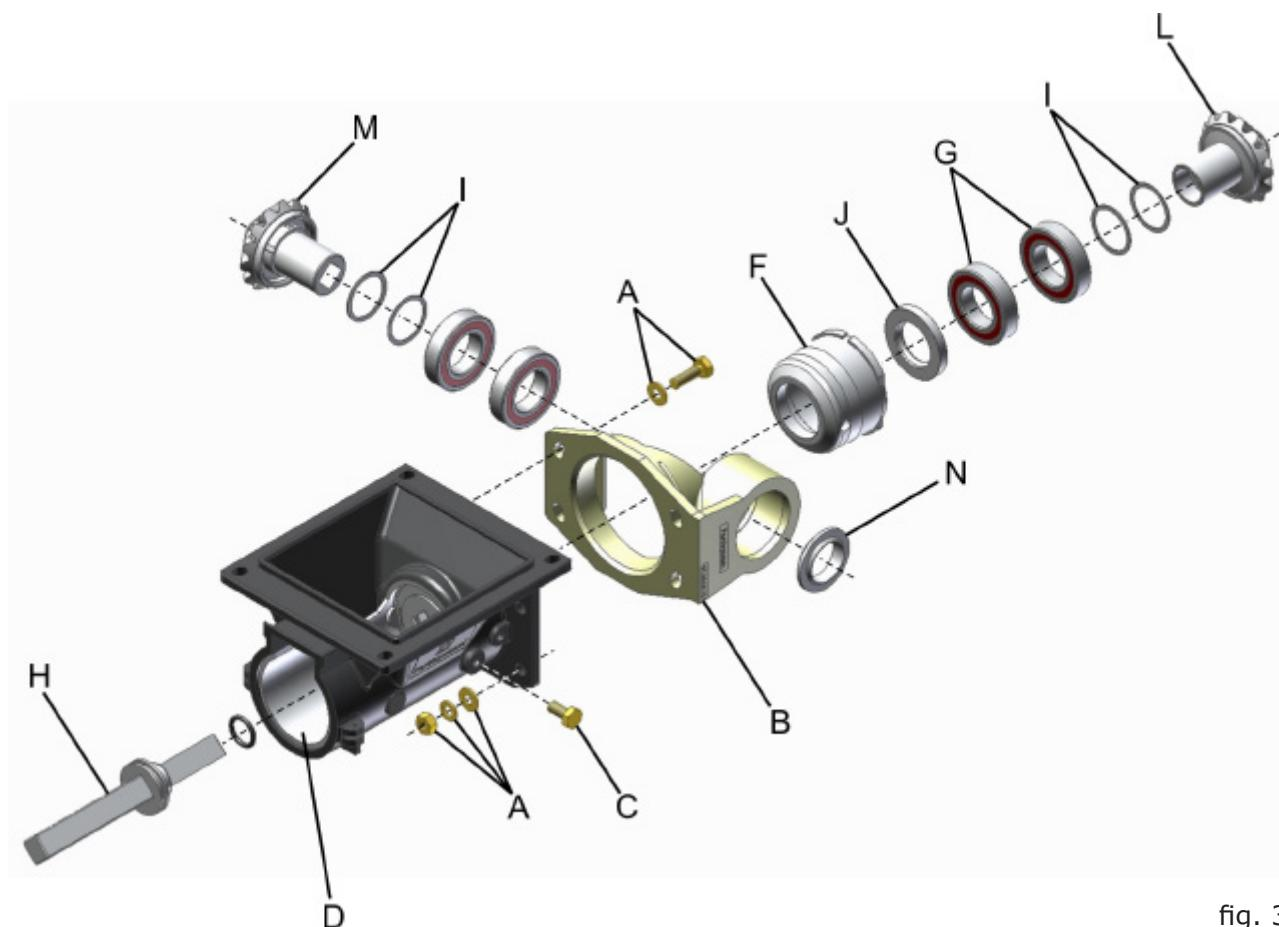

fig. 37
- 2-** Retire os quatro parafusos e porcas (A) (fig. 37) de fixação do mancal suporte dos pinhões de transmissão (B);
- 3-** Afrouxe e retire os parafusos (C) de fixação do revestimento (D), retirando-o do conjunto;
- 4-** Retire a bucha mancalizadora (F) e os rolamentos (G). Retire o eixo acionador (H) e remova a bucha mancalizadora dos rolamentos e o retentor (J) fazendo as limpezas ou substituições necessárias;
- 5-** Retire o anel de proteção (N).
Observe atentamente que deverão ser montadas as arruelas de ajuste (I) (fig. 37), as quais proporcionarão um espaço maior ou menor para o ajuste dos pinhões (L e M). Se houver necessidade de substituição dos pinhões, deverá ser feito do conjunto: pinhão acionador-motriz (L) e do pinhão movido (M).